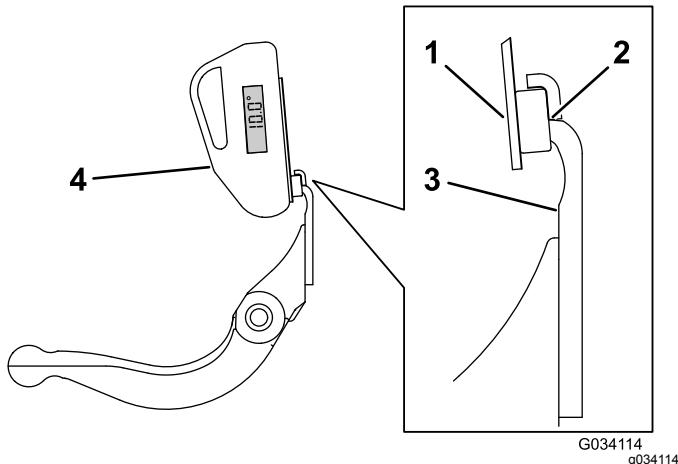

Figura 29
3. Coloque a montagem do indicador de ângulo na extremidade da lâmina de corte para que a extremidade do íman fique alinhada com a extremidade da lâmina de corte (Figura 29).
4. Coloque o indicador de ângulo na montagem, como se mostra na Figura 29.